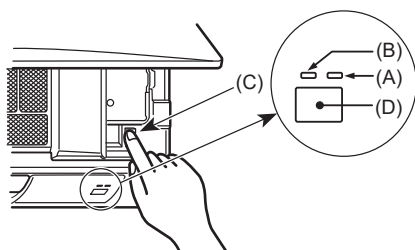

Fig. 4-1
- [Fig. 4-1] (A) Témoin Defrost/Standby (Dégivrage/Veille) (Orange)